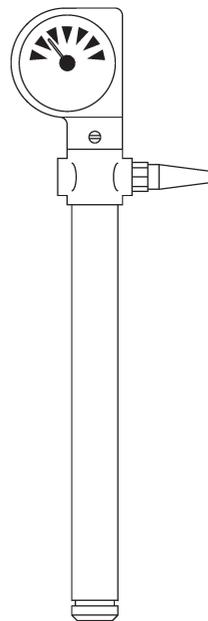

Fig. 5
1. Smontare il tappo antimanomissione (6) e, con un cacciavite adatto, posizionare l'indicatore (3) sulla graduazione intermedia (1);
2. Smontare il coperchio trasparente (2);
3. Smontare l'indicatore di temperatura (3);
4. Togliere le viti (5) di fissaggio della testa del quadrante;
5. Ruotare l'indicatore di 180° (fig.5)
6. Rimontare le viti (5) di fissaggio della testa del quadrante;